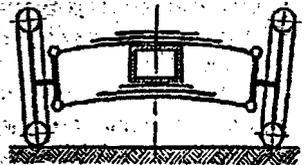

Abb. 21. Doppelquerfeder.
1) **Doppelquerfeder.** Bei der Doppelquerfeder (Abb. 21) sind die Räder an zwei übereinander liegenden Querfedern aufgehängt. Sie können sich unabhängig voneinander parallel verschieben. Aus diesem Grund wird diese Art auch Parallelogrammführung genannt.